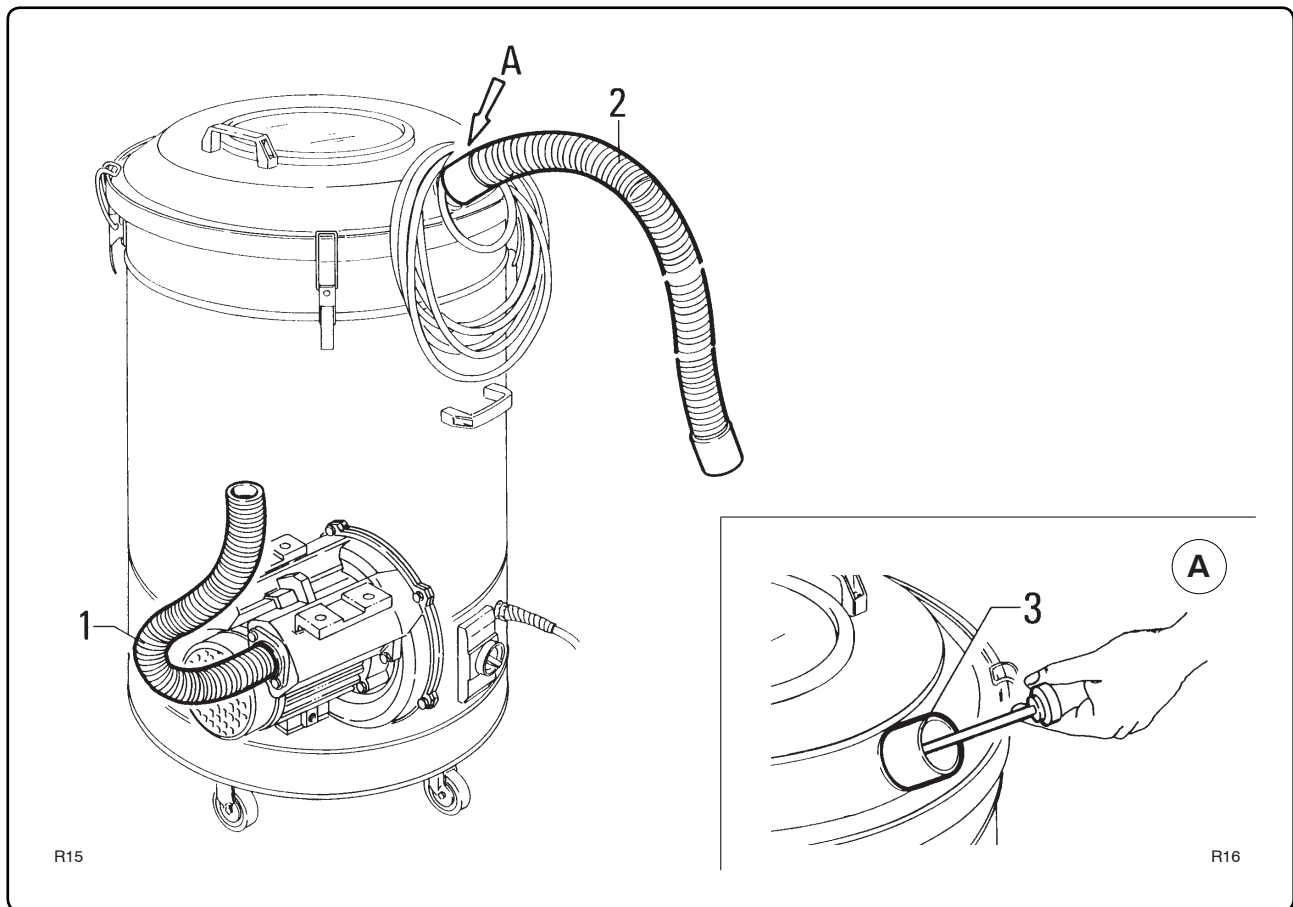

Fig.7.5.3
7.5.3 - Controllo integrità delle tubazioni (fig. 7.5.3)
7.5.3 - Checking the condition of the pipes (fig. 7.5.3)
7.5.3 - Contrôle des tuyauteries (fig. 7.5.3)
7.5.3 - Prüfung der Saugleitungen auf Unversehrtheit (Abb. 7.5.3)
Per la pulizia raschiare dall'esterno del bocchettone e rimuovere il materiale depositato come indicato in fig. 7.5.3.
Scrape outside the outlet and remove the deposited waste as indicated in fig. 7.5.3.
Pour le nettoyage racler de l'extérieur de l'embout et enlever la matière qui s'est déposée comme indiqué dans la fig. 7.5.3.
Zur Reinigung den Stutzen von außen abkratzen und das abgelagerte Material entfernen (Abb. 7.5.3).